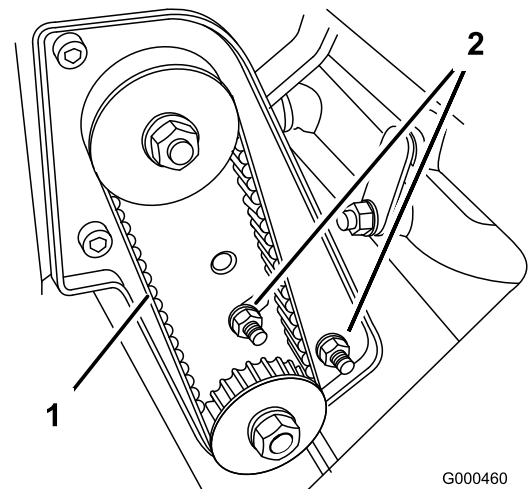

Figura 36
- A. Afloje las tuercas de montaje del alojamiento del cojinete (Figura 36)
- C. Sin variar el ajuste de la llave dinamométrica, apriete las tuercas de montaje del alojamiento del cojinete (Figura 36). No tense demasiado la correa.